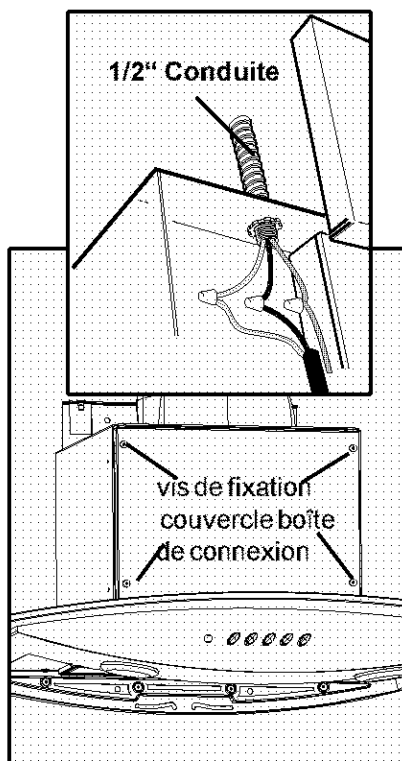

Figure 5
1. Suspendre la hotte aux 2 crochets de montage, en utilisant les ouvertures rectangulaires qui se trouvent sur la partie arrière de la hotte (Figure 5).
3. Fixer la hotte en appliquant 2 vis sur la partie la plus haute et 2 vis sur le fond (Figure 5).